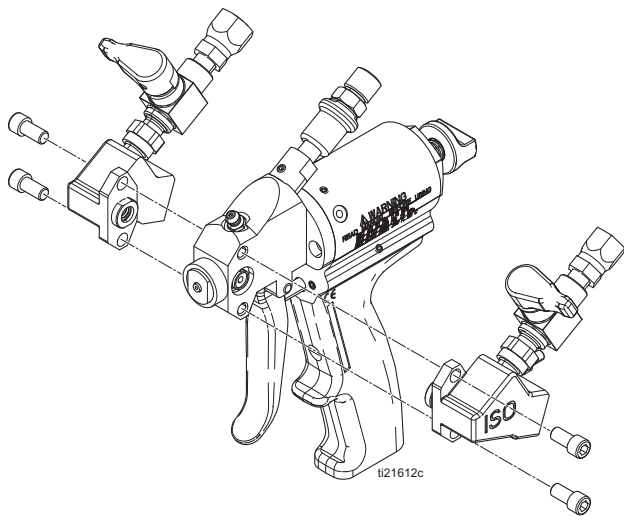

FIG. 11 Ensemble des blocs latéraux
3. Vérifier que le verrouillage de sécurité du piston (67) est bien et serré et qu'il est entièrement fileté dans le pistolet.
4. Retirer les vis pour enlever les blocs latéraux. Voir la FIG. 11, page 18.
5. Retirer l'un des boîtiers du joint d'étanchéité du bloc latéral (17) depuis ce dernier. Laisser le joint (30) dans le boîtier et rincer à l'aide d'un solvant approprié.